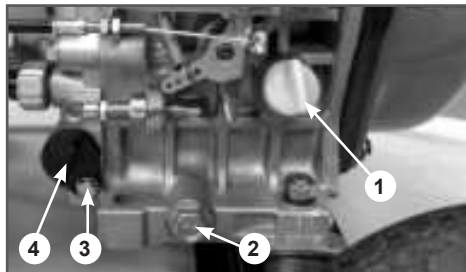

Рис. 15 Замена моторного масла
3. Извлеките крышку-щуп (Рис. 15 п. 1) из маслосаливной горловины и вытрите щуп чистой ветошью.
4. Открутите пробку (Рис. 15 п. 2) для слива масла и слейте отработанное масло в подготовленную для этого емкость.
6. Открутите болт фиксации масляного фильтра (Рис. 15 п. 3). Во избежание пролива масла подложите кусок ветоши под масляный фильтр, после чего извлеките его (Рис. 15 п. 4).